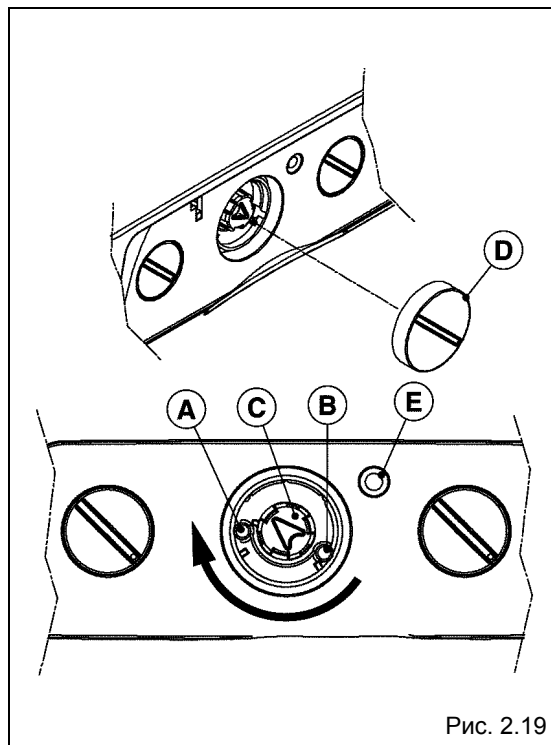

Рис. 2.19
- Снимите переключатель режимов работы (рис. 2.19), потянув его на себя;
- Переведите ручку (C) в положение «газоанализ»: для этого поверните ручку по часовой стрелке до упора (рис. 2.19);
- Можно отрегулировать максимальное (В) и/или минимальное давление газа в режиме отопления (А), вставляя маленькую плоскую отвертку в отверстия, расположенные напротив потенциометров Р5 (максимум) и Р4 (минимум) (рисунок 2.19);
- Снимите ручку переключателя режимов работы, потянув ее на себя (рис. 2.19);
- Поверните ручку (С) по часовой стрелке до упора (рис. 2.19), до позиции «газоанализ»;
- Желтый световой индикатор (Е) начнет мигать (рис. 2.19);
- Снимите ручку переключения режимов работы, потянув ее на себя (рис. 2.19);
- Поверните ручку по часовой стрелке до упора (рис. 2.19), до позиции «газоанализ»;